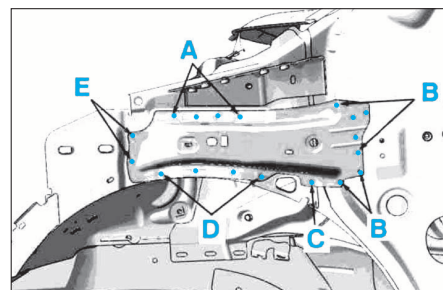

FIG. 14
- Déposer le renfort de joue d'aile AV en A,B,C,D et E (Fig.14).